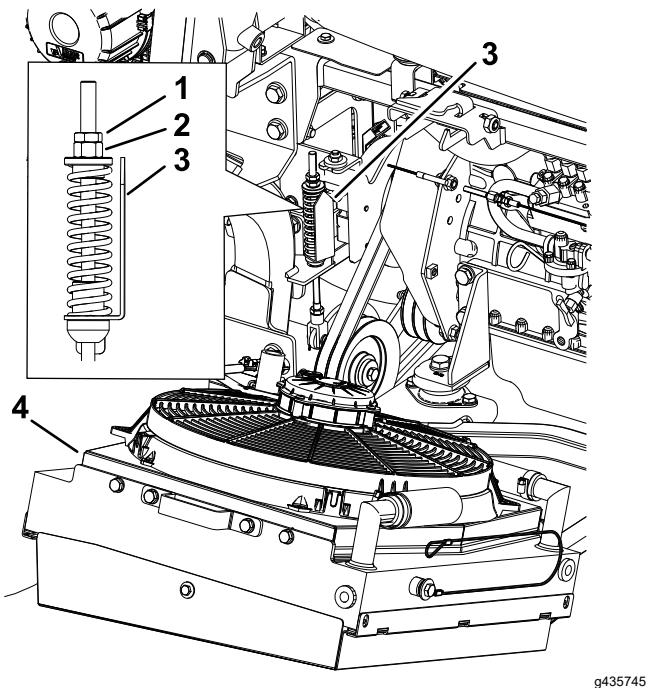

Figura 77
5. Se for necessário, rode a porca do tensor da polia intermédia até que a seta do indicador de tensão alinhe com a superfície exterior da anilha (Figura 77).
8. Desloque a polia intermédia para cima e retire as correias da máquina (Figura 77).
1. Alinhe as novas correias da PTO por cima das polias (Figura 77).